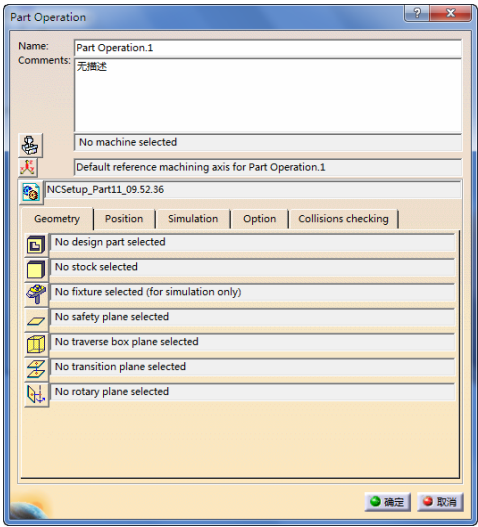

图 7-3 “Part Operation”对话框（1）
1) 在特征树上双击“Part Operation.1”节点，弹出“Part Operation”对话框（1），如图 7-3 所示。